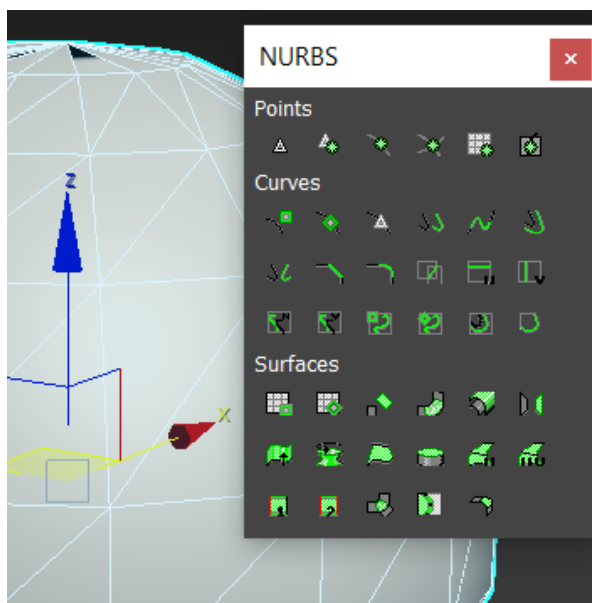

Рисунок 35 – Инструменты для работы в режиме NURBS Surface
- Редактирование на основе **NURBS поверхностей (NURBS Surface)** – этот метод моделирования основан на использовании основан **неоднородных рациональных B-сплайнах (Non Uniform Rational B-Splines, NURBS)**. Этот метод представляет пользователю широкий инструментарий для моделирования (рисунок 35) однако он достаточно сложен в использовании.